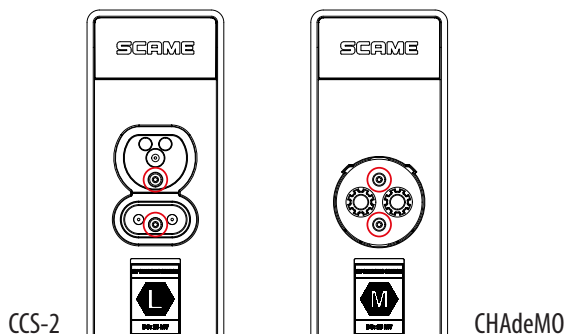

Bild 15: MONTERINGSSKRUVAR FÖR FRÄMRE HÅLLARE
- Säkra delen på plats genom att använda de två medföljande M5x12-skruvarna. Se bild 15.